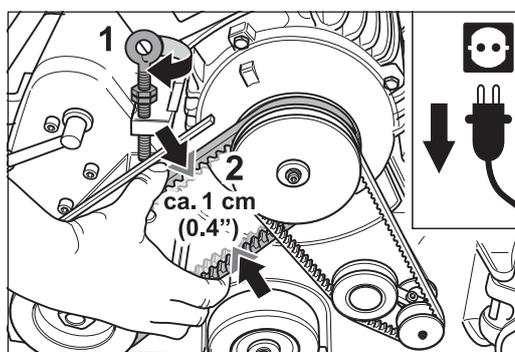

Fig. 53 Tensión de la correa: la flecha debería ser de apenas un ancho de la correa.
- 5 Coloque las nuevas correas trapezoidales y tense la correa de transmisión con el cáncamo. La correa debería presentar una flecha de apenas un ancho de correa (Fig. 53).